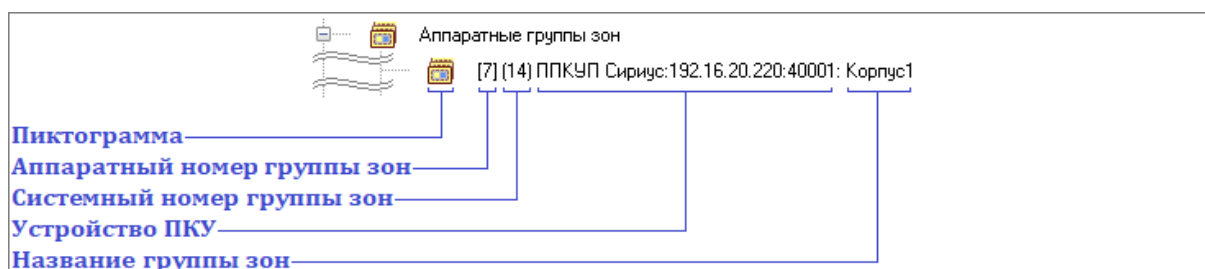

Рисунок 6-257 Отображение объекта "Аппаратная группа зон" в дереве зон как принадлежащего узлу "Аппаратные группы зон"
- узлу «Аппаратные группы зон» (см. Рисунок 6-257).